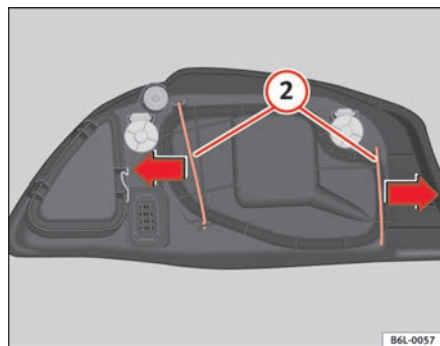

Fig. 142 Lámpara luz de cruce
- Desplace los tirantes **2** ⇒ fig. 142 hacia afuera, en el sentido de las flechas y retire la tapa.
- Coloque la tapa de plástico y coloque los tirantes **2** ⇒ fig. 142.